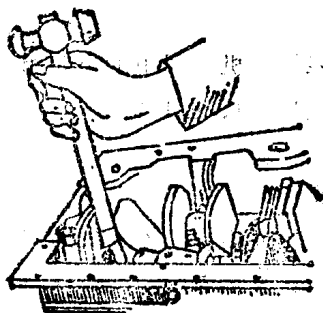

图1-1-5 活塞连杆组的拆下
(1) 放出油底壳中的全部机油。
(2) 转动发动机，使气门室盖朝上。
(3) 拆下油底壳螺栓，取下油底壳。
(4) 转动曲轴，使活塞处于下止点位置，依次拆下各缸连杆轴承盖紧固螺母，取下连杆轴承盖、衬垫和轴承，并按顺序放好。
(5) 如图1-1-5所示，用手锤木柄推出活塞连杆组，而后再将各连杆组的连杆轴承盖、衬垫、螺栓或螺母按原样装回。